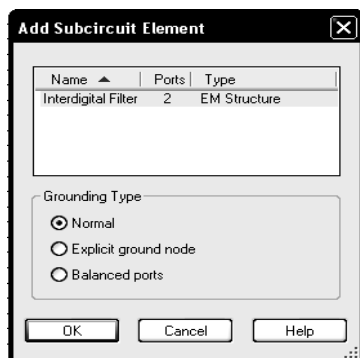

Рис. 5.38
- Щёлкните мышкой по значку **Subcircuit** на панели инструментов или выберите в меню **Draw>Add Subcircuit**. Откроется диалоговое окно с перечнем всех имеющихся в проекте подсхем (рис. 5.38).